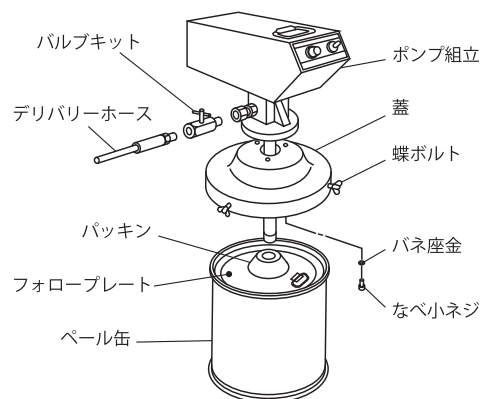

Fig. 1
- 1) 開梱後、ポンプ組立と蓋を 3 本のなべ小ネジにより取付けてください。(Fig.1)
- 2) ポンプ吐出口のユニオンアダプターに付属のバルブキットをねじ込み、ツマミが上になるように固定した後、デリバリーホース、高圧グリースガンを接続してください。(Fig.1)